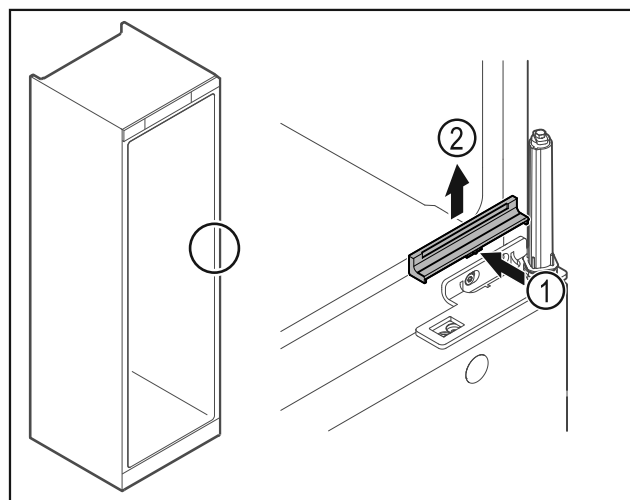

Fig. 32
- Afdekking Fig. 32 (1) in het midden iets indrukken en naar boven toe verwijderen Fig. 32 (2).